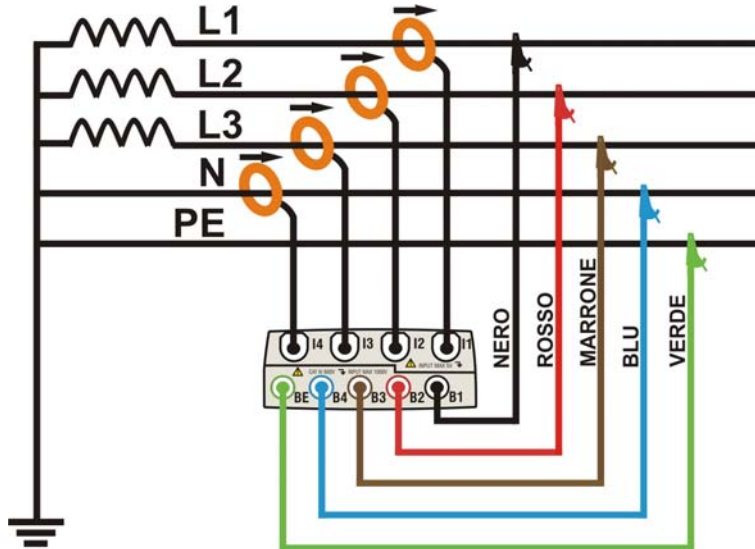

Fig. 122: Collegamento dello strumento in un sistema Trifase 4-fili
2. Collegare i cavi di misura della tensione sui conduttori di Fase L1, L2, L3, Neutro e Terra rispettando i colori come mostrato in Fig. 122. **Verificare a display l' indicazione "123" relativa al corretto senso ciclico delle fasi** (vedere il § 5.2.1) ed effettuare le opportune correzioni fino al raggiungimento di tale situazione.
3. Collegare le pinze di corrente sui conduttori di Fase L1, L2, L3 e Neutro N (non disponibile per PQA400) come mostrato nella Fig. 122 **rispettando il verso della freccia** presente sulle pinze stesse che indica la direzione convenzionale della corrente da generatore a carico. **Verificare sempre, nelle videate della sezione Visualizzazione Misure, che le Potenze Attive P1, P2, P3 siano sempre positive e che i fattori di potenza Pf1, Pf2, Pf3 siano corrispondenti ad un carico, normalmente induttivo**, prima di attivare una registrazione. In caso di valori negativi delle potenze attiva ruotare le pinze di 180° sui conduttori interessati.